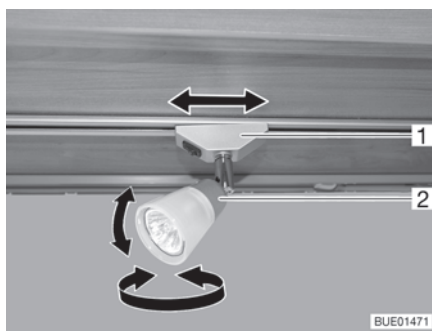

Fig. 53 Spot
- Tourner le boîtier (Fig. 53,2) du spot dans le sens désiré.
- Tourner le support (Fig. 53,1) d'environ 45°.
- Tourner le support (Fig. 53,1) de 90°.